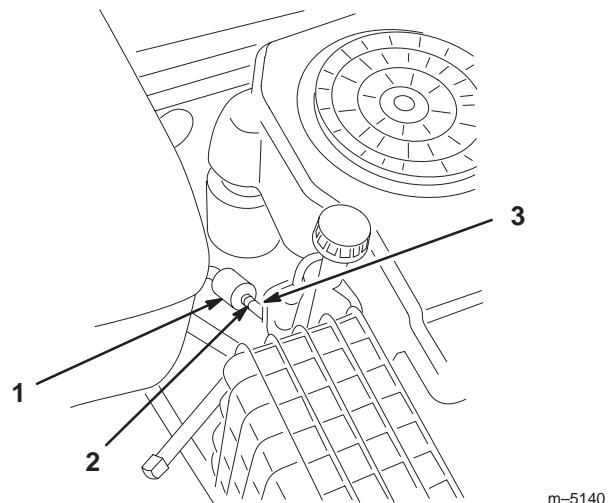

Figure 24
5. Desserrez le collier de serrage au niveau du filtre à carburant et repoussez-le le long de la conduite d'alimentation pour l'éloigner du filtre (Fig. 24).
6. Débranchez la conduite d'alimentation du filtre (Fig. 24).
8. Raccordez la conduite d'alimentation au filtre. Rapprochez le collier de serrage du filtre pour fixer la conduite d'alimentation (Fig. 24).
4. Pincez les extrémités des colliers et faites glisser ceux-ci pour les éloigner du filtre (Fig. 24).
6. Posez un filtre neuf et rapprochez les colliers de fixation du filtre (Fig. 24).